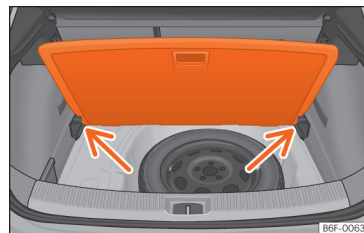

Fig. 146 Piso variável da bagageira: posição inclinada.
- Apoie o piso sobre os alojamentos previstos para o efeito » » Fig. 146 [setas].